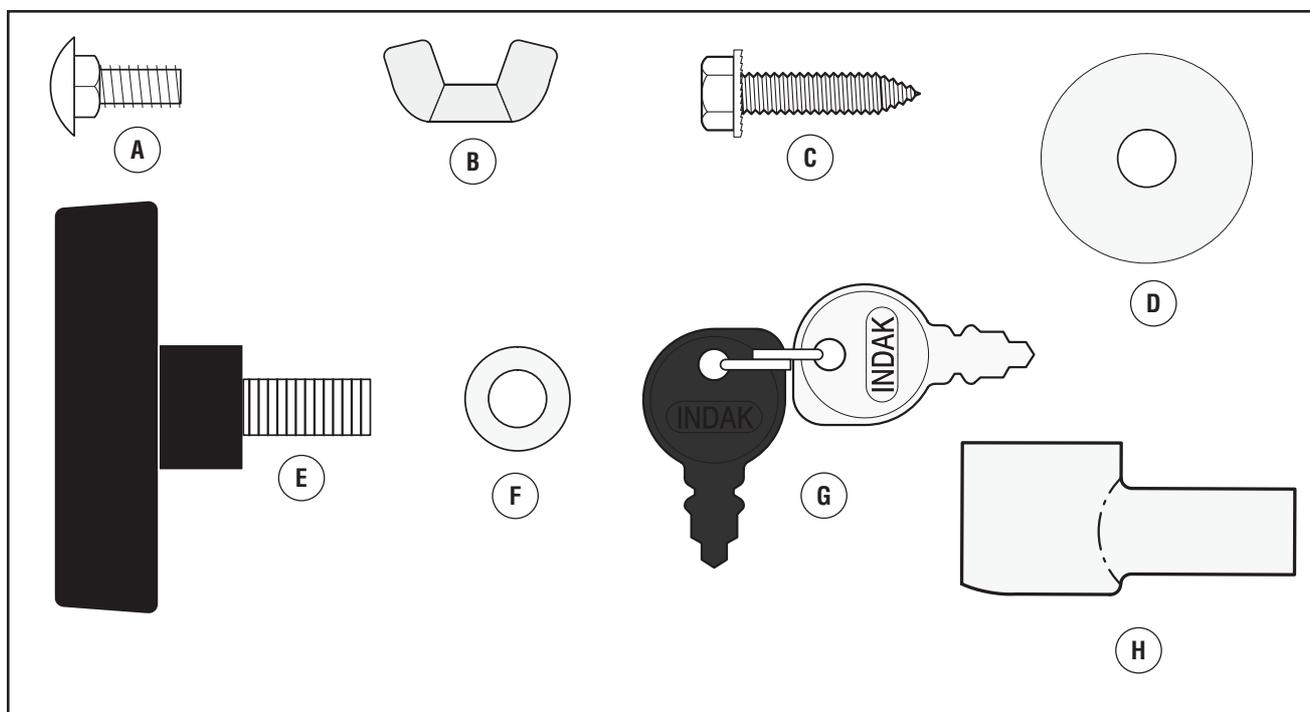

Figura 3: Componenti nel contenitore
A - Bullone ad aletta (vedere anche "E" in figura 3)
B - Rondella (vedere anche "F" in figura 3)
A - Vite (vedere anche "C" in figura 3)
B - Rondella (vedere anche "D" in figura 3)
- A - Bullone di trasporto (vedere anche "A" in figura 3)
- B - Dado ad aletta (vedere anche "B" in figura 3)
H - Coperchio del terminale (vedere anche "H" in figura 3)